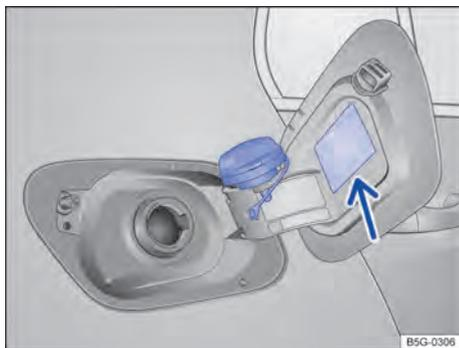

Fig. 192 Portinhola do tanque aberta com a tampa do tanque pendurada.
- Desrosquear a tampa do tanque no sentido anti-horário e pendurá-la em cima da portinhola do tanque → Fig. 192.
O tipo de combustível correto para o veículo está indicado numa etiqueta adesiva na parte interna da portinhola do tanque → Fig. 192 (seta).